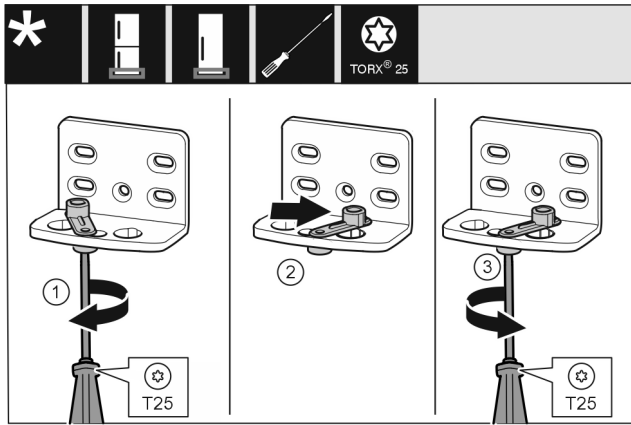

Fig. 13
- Schraube mit Schraubendreher T25 lose schrauben. Fig. 13 (1)
- Türschließhilfe anheben und um 90° nach rechts in Bohrung drehen. Fig. 13 (2)
- Schraube mit Schraubendreher T25 festschrauben. Fig. 13 (3)